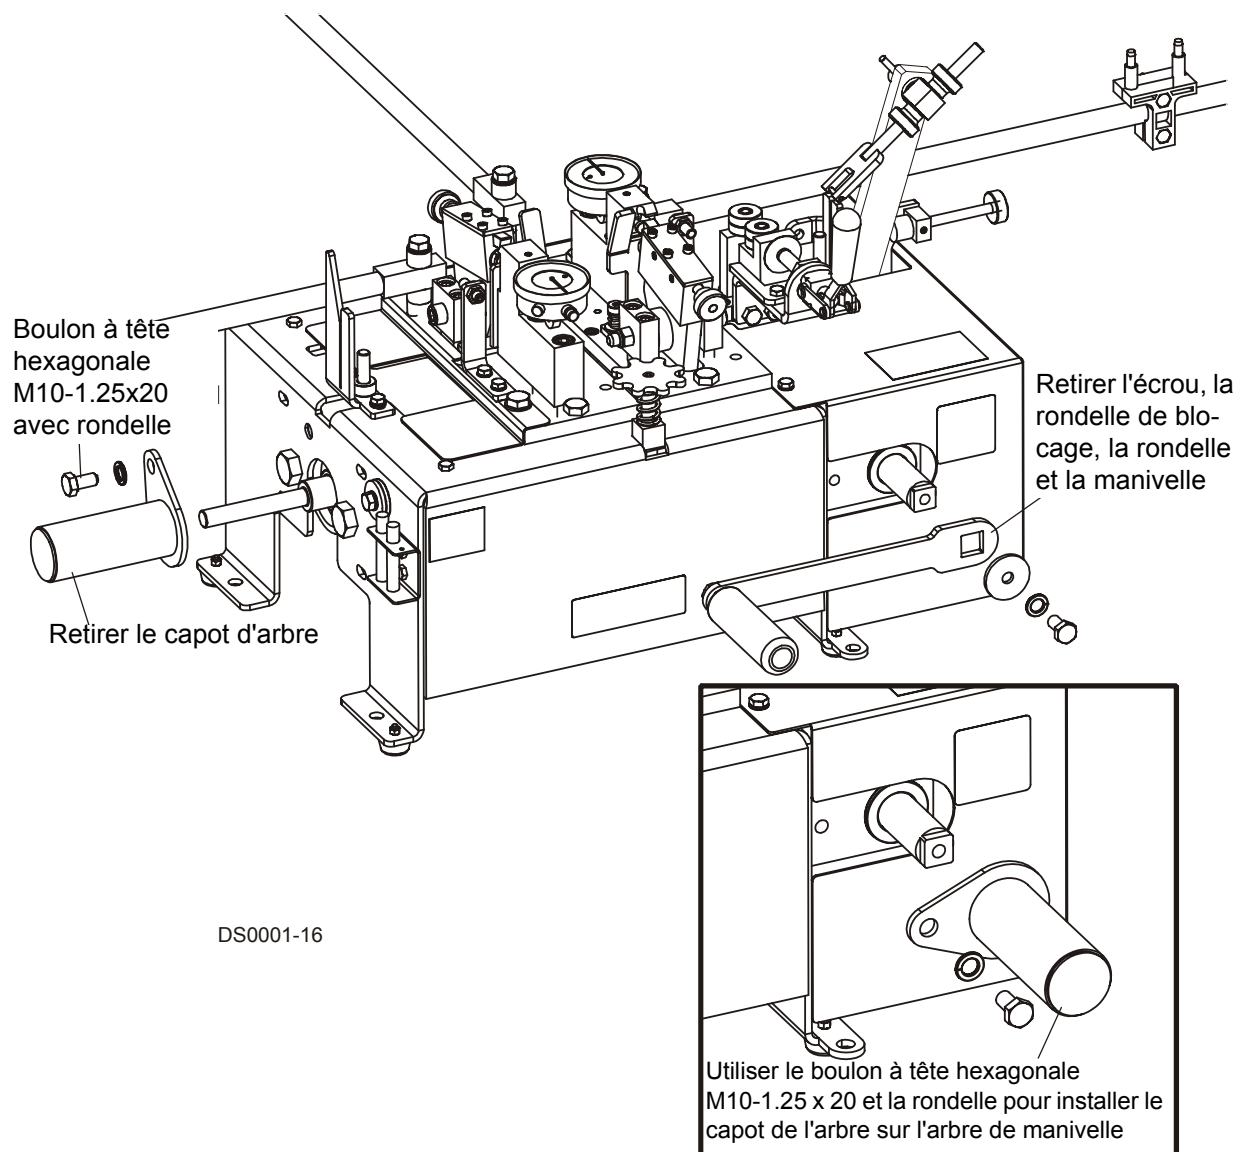

FIG. 3-3
**Voir Figure 3-3.** Avant d'installer l'Avance Automatique, retirez la manivelle d'avance manuelle. Démontez l'écrou, la rondelle de blocage et le garde-boue afin de pouvoir retirer la manivelle. Retirez le boulon à tête hexagonale M10-1.25 x 20, la rondelle et le capot de l'arbre montés sur le côté gauche de l'ensemble d'avoyeuse. Servez-vous du boulon à tête hexagonale M10-1.25 x 20 et de la rondelle existants pour réinstaller le